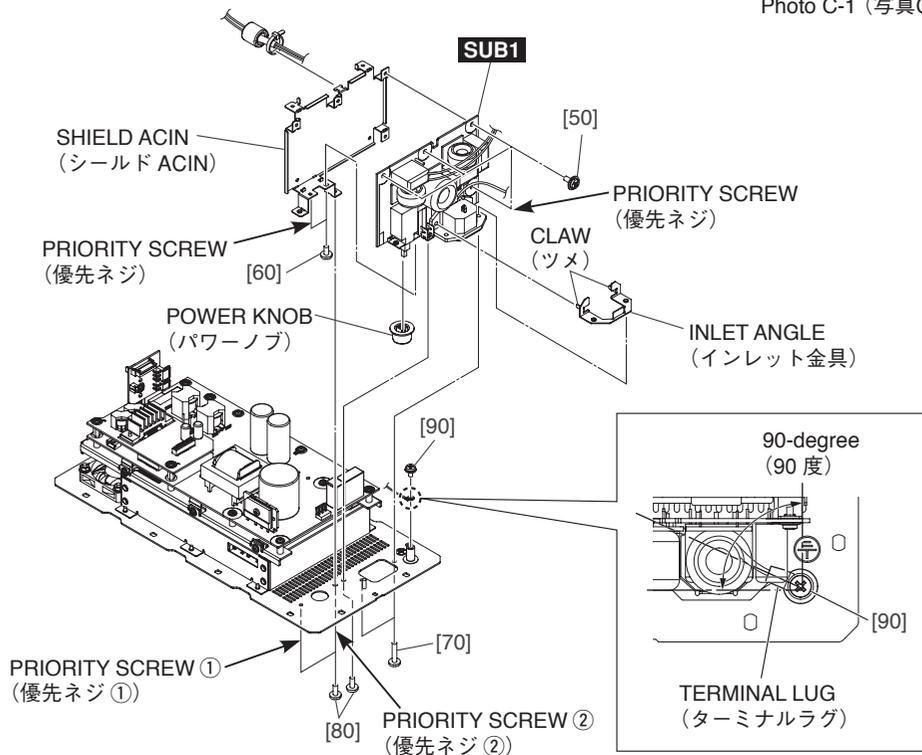

Fig. C-5 (図 C-5)
C-7-4 Remove the two (2) screws marked [70], three (3) screws marked [80] and the screw marked [90]. The shield ACIN can then be removed together with the SUB1 circuit board. (Fig. C-5)
- * **When installing the shield ACIN, first tighten the two (2) priority screws in order as shown in Fig. C-5.**
- * **When installing the screw marked [90], tighten so that the terminal lug points within the 90-degree range as shown in Fig. C-5.**
C-7-4 [70] のネジ 2 本と [80] のネジ 3 本、[90] のネジ 1 本を外して、SUB1 シートと共にシールド ACIN を外します。(図 C-5)
- ※ シールド ACIN を取り付けるときは、優先ネジ 2 本を図に示す順番で先に締めてください。(図 C-5)
- ※ [90] のネジを取り付けるときは、ターミナルラグの向きが図の通り 90 度の範囲となるように締めてください。(図 C-5)
C-7-5 Remove the four (4) screws marked [50] and two (2) screws marked [60]. The SUB1 circuit board can then be removed from the shield ACIN. (Fig. C-5)
* **When installing the SUB1 circuit board, first tighten the two (2) priority screws as shown in Fig. C-5.**
C-7-6 Remove the power knob from the SUB1 circuit board. (Fig. C-5)
C-7-7 Straighten the two claws of the inlet angle and remove the inlet angle from the SUB1 circuit board. (Fig. C-5, Photo C-1)
* **The power knob and the inlet angle are not parts of the SUB1 circuit board. When replacing the SUB1 circuit board, remove the power knob and the inlet angle from the SUB1 circuit board and install them to the new circuit board. (Fig. C-5)**
(図 C-5)
※ SUB1 シートを取り付けるときは、図に示す優先ネジ 2 本を先に締めてください。(図 C-5)
C-7-6 SUB1 シートからパワーノブを外します。(図 C-5)
(図 C-5、写真 C-1)
※ パワーノブとインレット金具は、SUB1 シートの構成部品ではありません。SUB1 シートを交換する際には、SUB1 シートからパワーノブとインレット金具を取り外して、新しいシートに取り付けてください。(図 C-5)